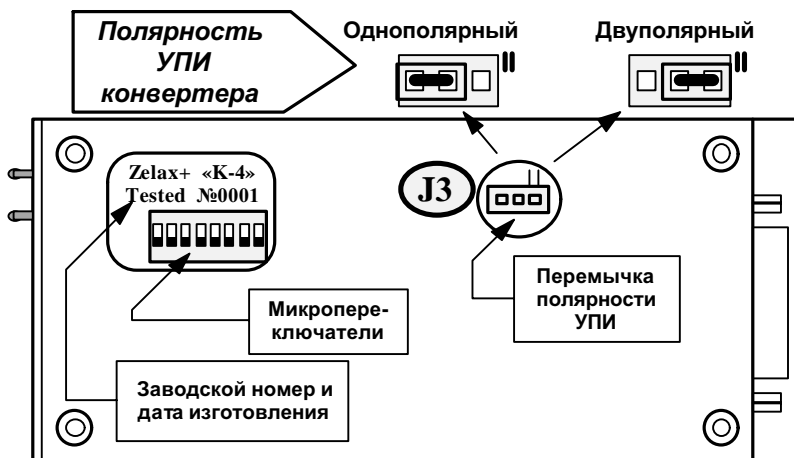
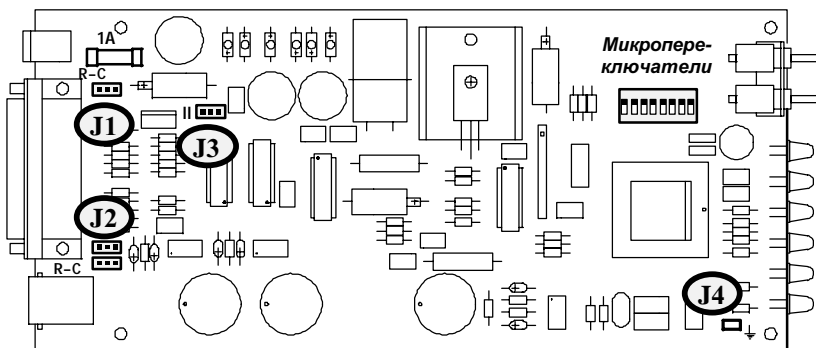

Рис.5. Вид снизу
Рис.6. Расположение элементов на плате конвертера
Конвертер имеет четыре перемычки **J1...J4**, расположенные на плате, см. Рис.6. В настольной модификации конвертера К-4 перемычка **J3** расположена в окне нижней крышки корпуса (см. Рис.5).
**J3** Перемычка предназначена для выбора полярности УПИ – однополярный или двухполярный. Положение перемычки приводится на Рис.5 стр. 10. Заводская установка – *однополярный*.
Тип цифрового интерфейса ООД пользователя	Положение перемычки полярности J3, см. Рис.5 на стр.10
Режим работы конвертера устанавливается с помощью микропереключателей, расположенных либо в окне нижней крышки корпуса конвертера (К-4), либо на плате (К-4К) – см. Рис.5 и Рис.6.
Убедитесь в соответствии интерфейсного кабеля типу цифрового интерфейса вашего ООД (DTE). В случае несоответствия или возникновения сомнений обратитесь за консультацией к изготовителю конвертера. Для некоторых интерфейсов (в частности, **V.35**) необходимо изменить заводскую установку перемычки полярности **J3**, (см. Рис.5 на стр.10) в соответствии с выбранным типом интерфейса. Положение перемычки полярности указано в Табл.3 и в схемах интерфейсных кабелей (см. руководство на УПИ). Заводское положение перемычки полярности - «однополярный».
1. Убедитесь, что положение переключки соответствует типу цифрового интерфейса вашего ООД (см. Рис.5 на стр.10 и Табл.3 на стр.12 ).